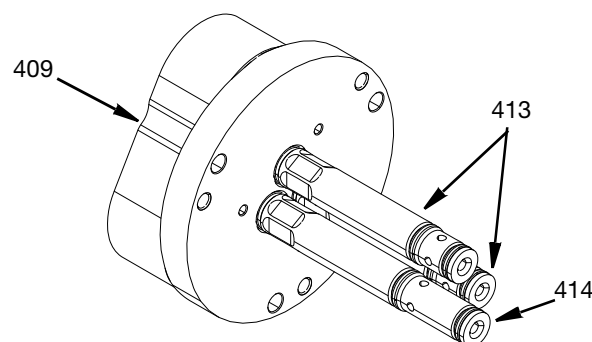

ABB. 31
- Einen einzigen Tropfen mittelfestes Gewindegewandemittel auf die Gewinde der kurzen und langen Lagerdichtungsführungen (413 und 414) geben und in das Luftzylindergehäuse (409) einschrauben. Mit einem Anzugsmoment von  $20,34 \text{ N}\cdot\text{m}$  ( $15 \text{ ft}\cdot\text{lbs}$ ) festziehen. Siehe ABB. 31.